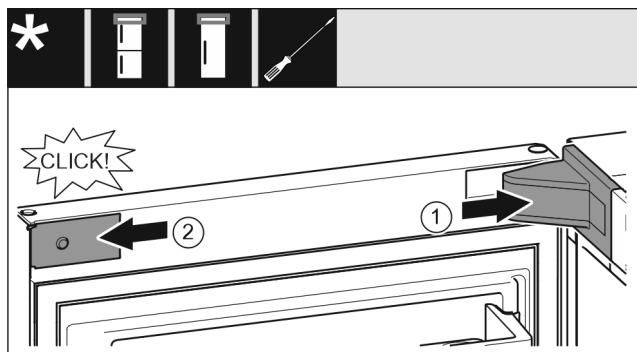

Fig. 20
- Τοποθετήστε και κουμπώστε το κάλυμμα του στηρίγματος, ενδεχ. αποσυμπίεστε το προσεκτικά. Fig. 20 (1)
- Εφαρμόστε στο πλάι το διακοσμητικό κάλυμμα και κουμπώστε το. Fig. 20 (2)